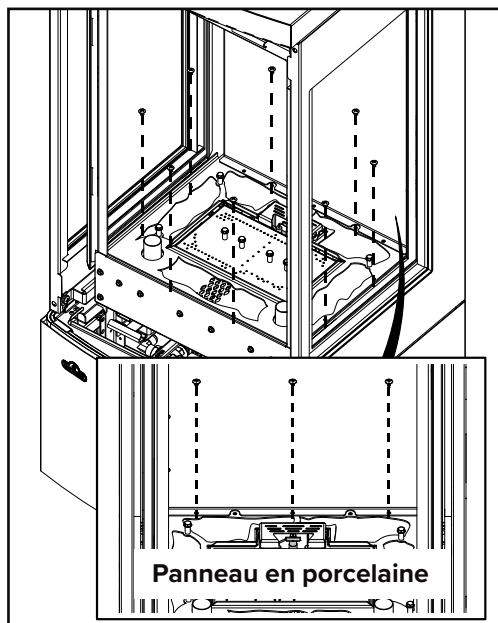

fig. 1
- ☐ 2. Retirez les bûches, le média et les panneaux décoratifs et mettez-les de côté. Si des panneaux en porcelaine sont installés, retirez 3 vis (fig. 1) et conservez les vis pour la réinstallation.
- ☐ 3. Retirez les 8 vis fixant le plateau du média (fig. 1). Conservez les vis pour la réinstallation.